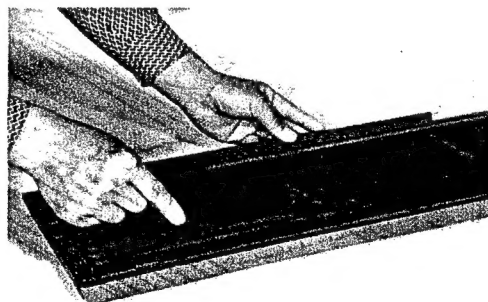

Fig. 4 Abb. 4
2. Remove the air filter from the suction grille. (Fig. 4)
2. Das Luftfilter aus dem Ansauggitter abnehmen. (Abb. 4)